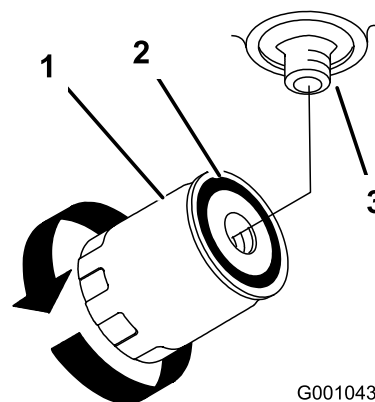

Figure 74
- Déposez le filtre usagé et essuyez la surface du joint de l'adaptateur (Figure 74).
- Tournez le filtre dans le sens horaire jusqu'à ce que le joint touche l'adaptateur, puis donnez 1/2 tour supplémentaire (Figure 74).